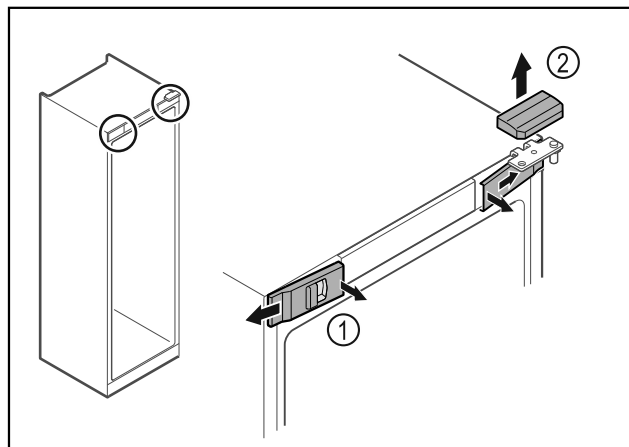

Fig. 9
- ▶ Atbrīvojiet priekšējos pārsegus Fig. 9 (1) iekšpusē un noņemiet uz sāniem.
- ▶ Noņemiet augšējo pārsegu Fig. 9 (2) uz augšu.